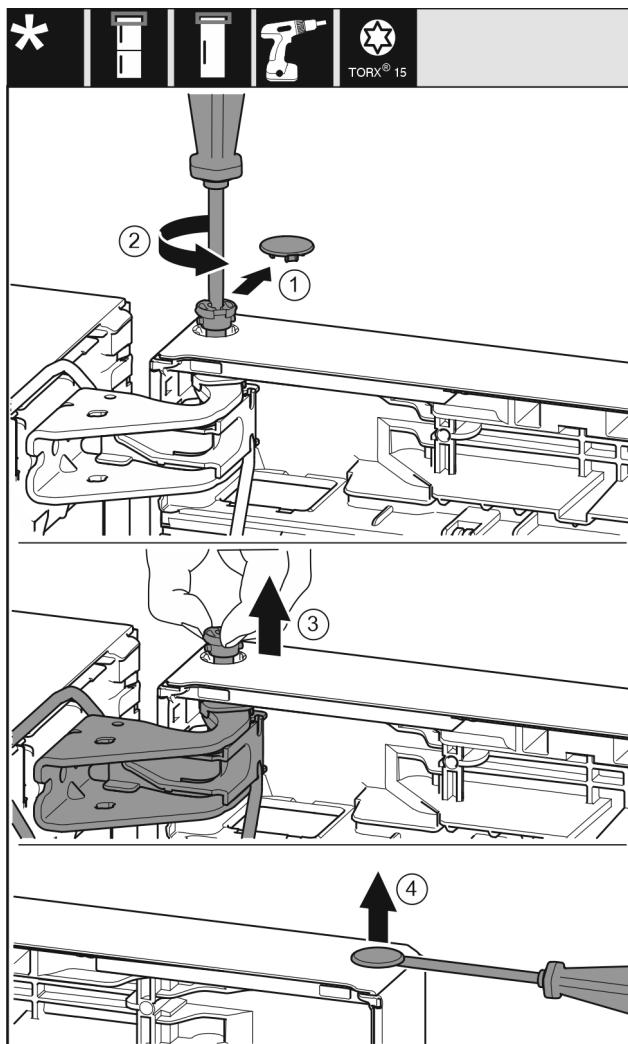

Fig. 22
- Oprezno skinite sigurnosni pokrov. Fig. 22 (1)
- Odvijačem T15 malo odvijte svornjak. Fig. 22 (2)
- Čvrsto držite vrata i prstima izvucite svornjak. Fig. 22 (3)
- Ravnim odvijačem oprezno podignite čep iz čahure ležaja vrata i izvucite ga. Fig. 22 (4)